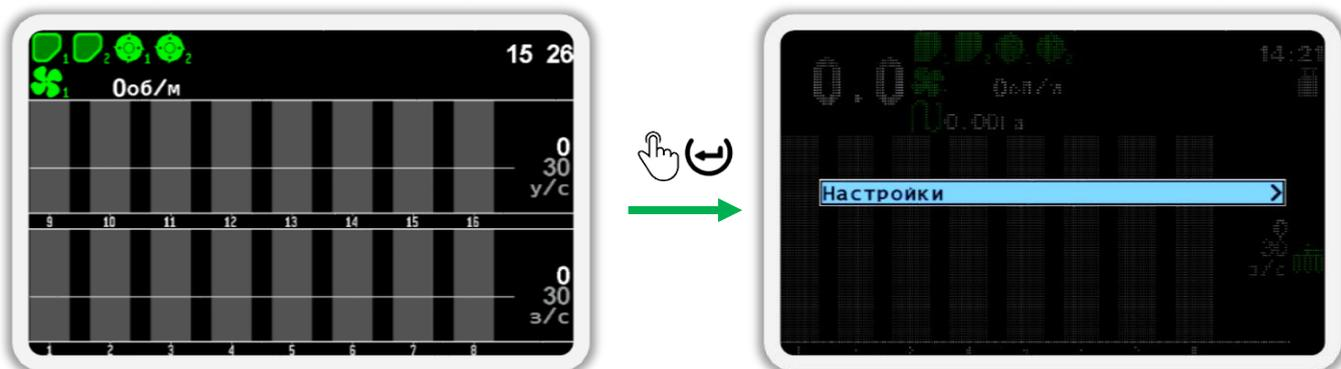

Рисунок 43
- а) Нажмите кнопку  «Меню». В результате на экране будет показано меню главного экрана с одним пунктом  «Настройки» (см. Рисунок 43).